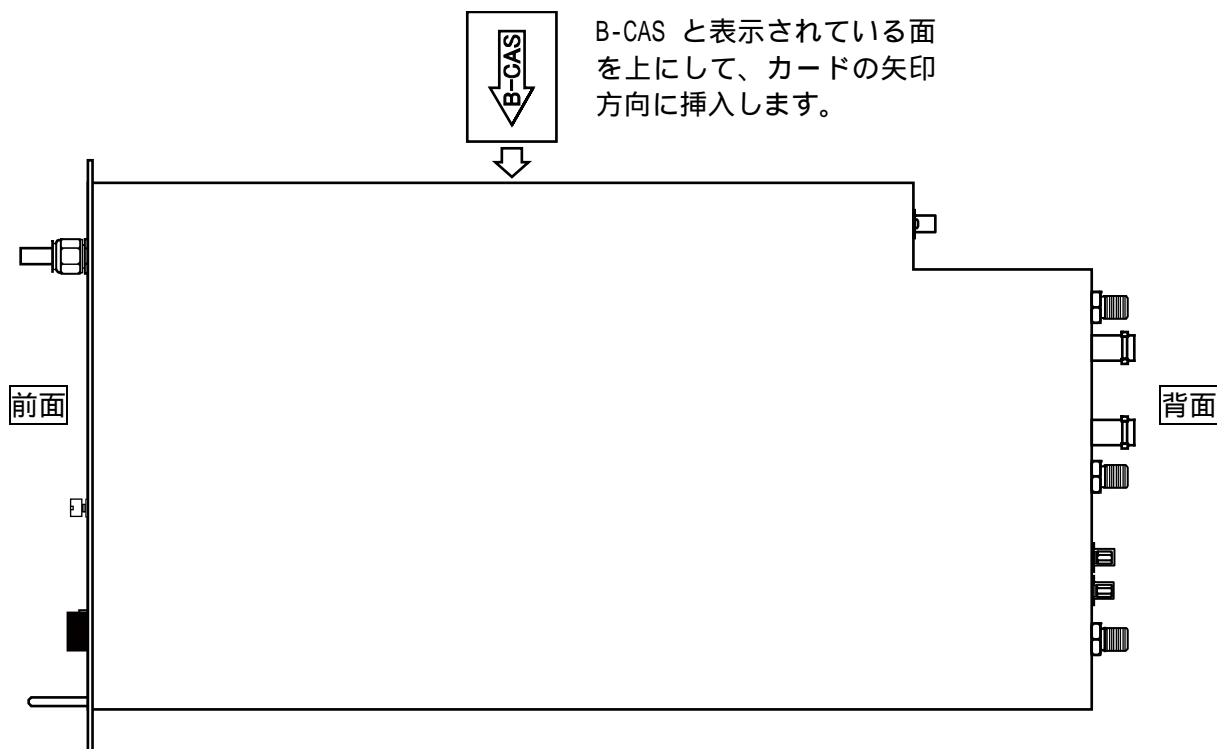

図 6-2 B-CAS カード装着方法
- (2) 小窓内のカードフォルダーに図 6-2 に示している向きで B-CAS カードを奥まで差し込みます。
- (3) ユニット上面にカバーをして、ネジを締め付けます。